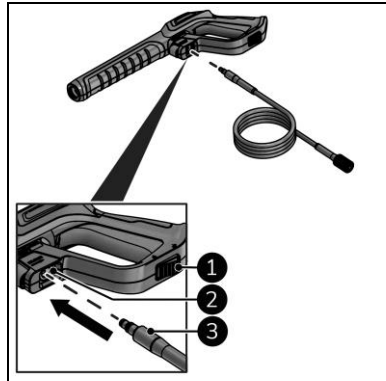

Abbildung 11
1. Stellen Sie sicher, dass die Sicherheitssperre unter dem Auslöser verriegelt ist (Abbildung 11, Pos. 1).
2. Schließen Sie den Hochdruckschlauch (Abbildung 11, Pos. 3) an die Strahlpistole (Abbildung 11, Pos. 2) an.